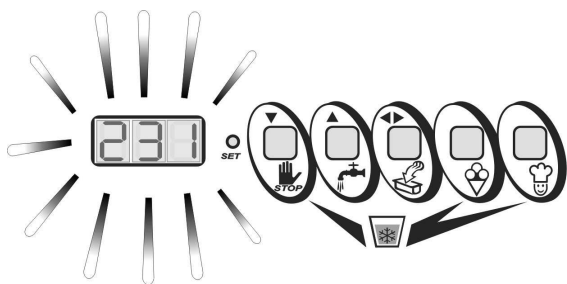

Fig.5
- Trascorsi alcuni minuti e raggiunto il livello di consistenza selezionato in fase di programmazione, un avviso acustico intermittente avverte l'operatore che è possibile estrarre il gelato (Fig. 5). Se ciò non fosse immediatamente possibile, la macchina provvederà automaticamente a